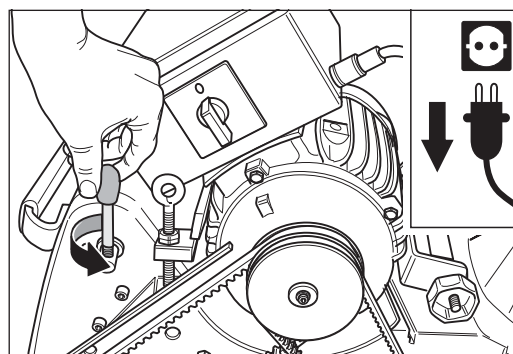

Abb. 70 Den Bedienungshebel am Aggregat herausdrehen.
- 7 Drehen Sie den Bedienungshebel aus dem Aggregat heraus (Abb. 70).